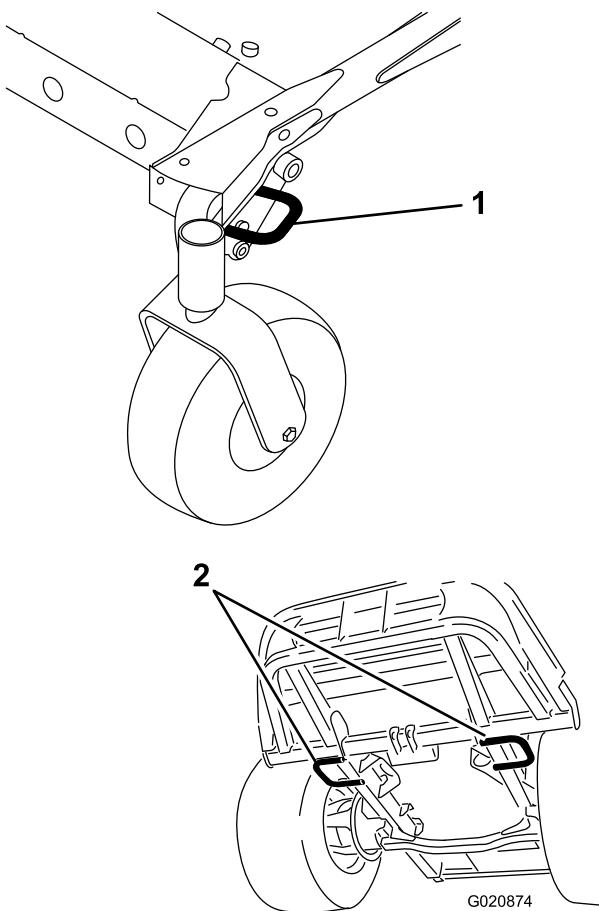

Figure 59
- Arrimez solidement la machine sur la remorque ou le véhicule de transport avec des sangles, des chaînes, des câbles ou des cordes, selon les exigences de la réglementation locale en vigueur dans votre région (Figure 59).